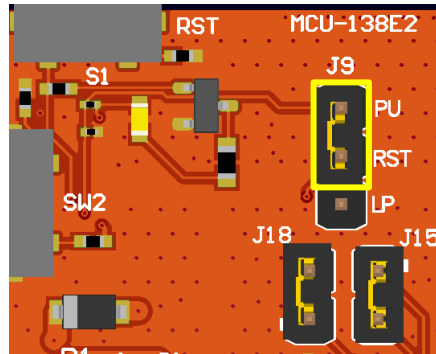

図 2-13. nReset プルアップ
LP-EM-CC35X1 では、リセットラインを LaunchPad ヘッド (ピン 16) に配線して、リセットラインを外部で制御できます。デフォルトのプルアップではなく nRESET ラインを LaunchPad ヘッドピンに配線するには、ジャンパ J9 を下位 2 個のピンに配置する必要があります。図 2-13 に示されているように、J9 はプルアップ (PU) 構成であるため、基板に電力が供給される場合は nRESET ラインがプルアップされます。